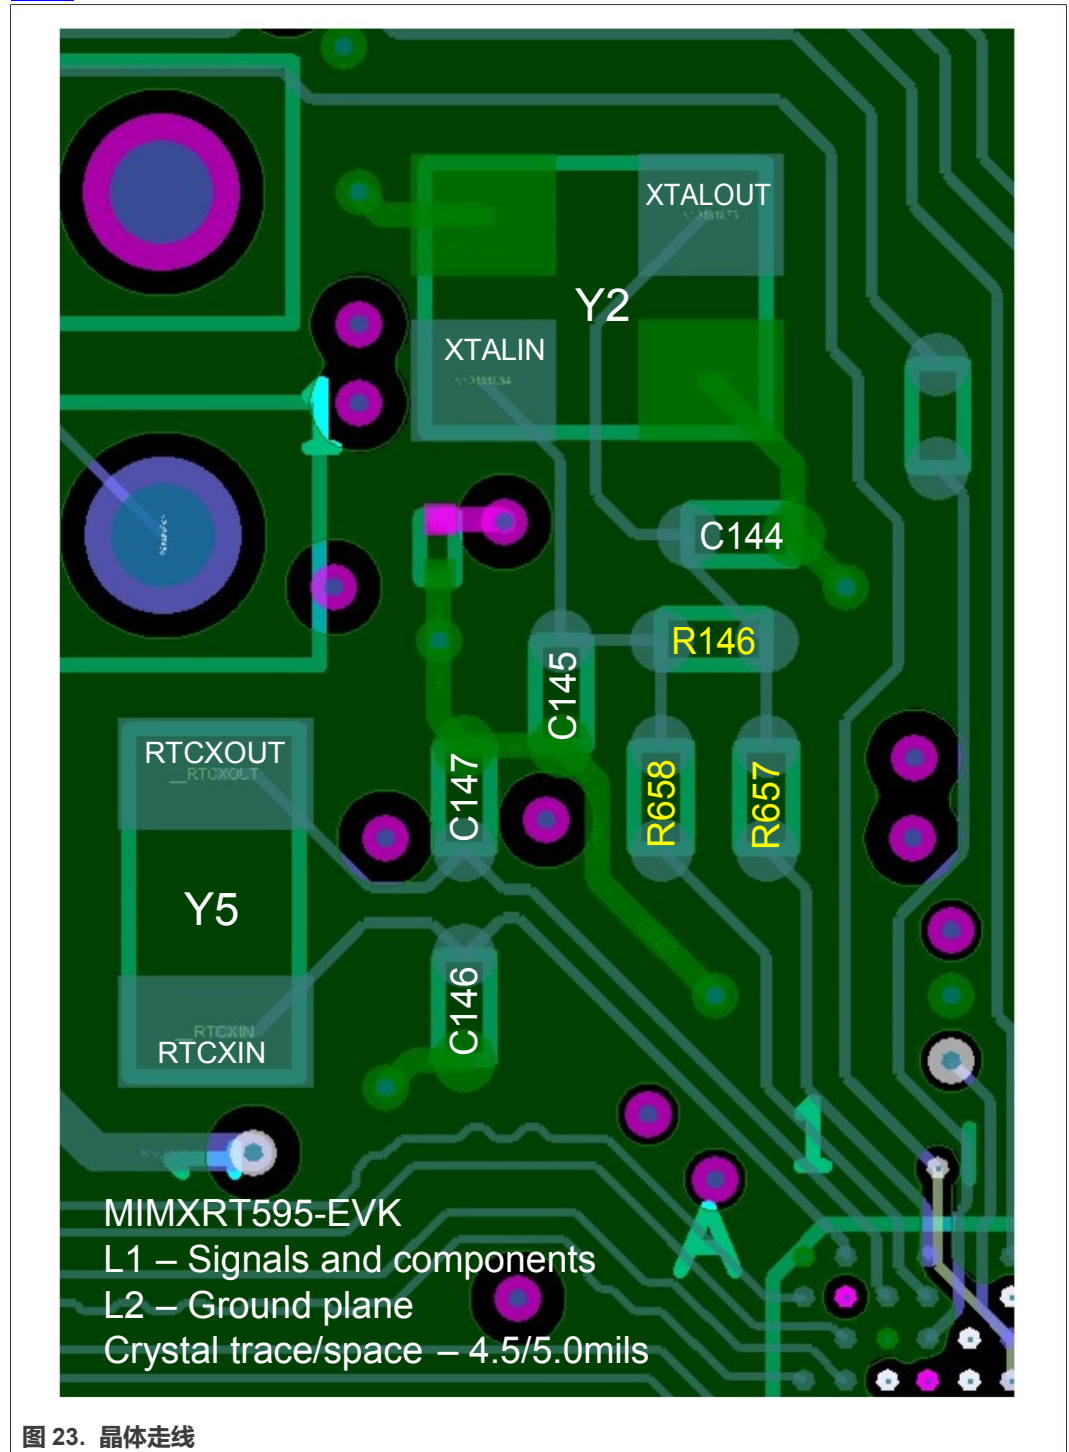

图 23. 晶体走线
走线应尽可能短，不得与其他信号线交叉或耦合。晶体信号环路面积必须尽可能小，以最大限度地减少通过 PCB 进行耦合的噪声，尽量减少寄生效应。这意味着在同一层上使走线尽可能短。环形区域是 2 个晶体走线之间的所有间隔。如需了解更多详细信息，请参见图 23。
**注：**图 23 中几个电阻用黄色突出显示。R146 是主晶振反馈电阻，仅在使用高增益模式时才需要。